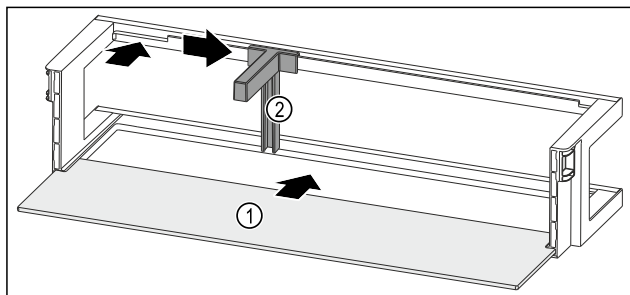

Fig. 53 Dørhylle med oppstillingsplass
- Skyv oppstillingsplassen Fig. 53 (1) inn i fordypningene på sidene.
- Sett inn flaskeholderen Fig. 53 (2) i fordypningen.
- Skyv flaskeholderen Fig. 53 (2) i ønsket posisjon til side.